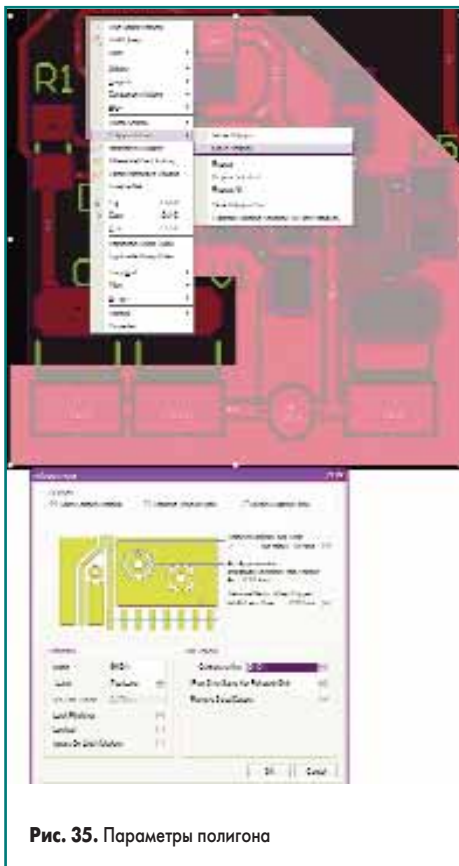

Рис. 35. Параметры полигона
3. Третий связан с **NET=VCC**. Главное требование — обеспечить только максимально широкие области при подводке к **PAD** элементов, потребляющих большую мощность. Для первого случая включим настройки, как показано на рис. 35.
При прорисовке сложных контуров полигона не всегда сразу удается правильно расположить его углы. Для доступа к изменению сложной формы полигона выделим его, затем следует нажать правую кнопку мышки и в контекстном меню выбрать **Polygon Action/Move vertex**. После этого в углах полигона (как на рис. 35) появятся их метки, которые можно переместить в требуемое положение.